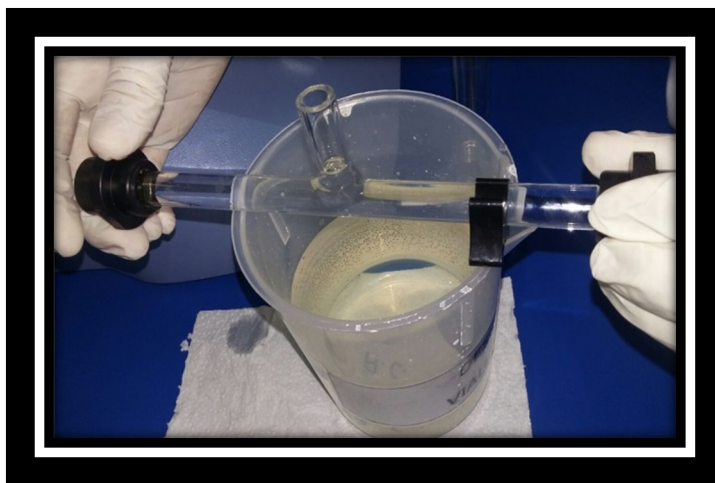

Figura 9
6.3.6 Llenar la celda con la muestra de la que se desea obtener la lectura y revisar que no existan burbujas (Figura 9).